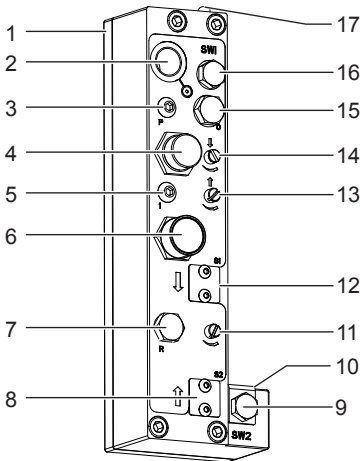

Abbildung 3
- 13 (Abb. 3), vollständig öffnen.
- 11 (Abb. 3) schließen.
- Druckluftversorgung anschließen und 6 (Abb. 3) betätigen.
- 11 & 13 (Abb. 3) entsprechend den erforderlichen Vor- und Rücklaufgeschwindigkeiten für den Betrieb einstellen.
- Mehrere Probebohrungen durchführen, dabei Vorschub und die HCU mittels 11 (Abb. 3) auf Idealwerte einstellen.
- Abstand zwischen 2 und 1 (Abb. 3) zum Ausgleich der Gewindetiefe ZUZÜGLICH freie Höhe zwischen Gewindebohrer und Werkstück justieren.
- Gewindeprobe herstellen und Form des fertigen Gewindes inspizieren. 11 & 13 (Abb. 3) bei Bedarf nachstellen und Probe wiederholen, bis die Angaben in den Anmerkungen 1 und 2 eingehalten werden.